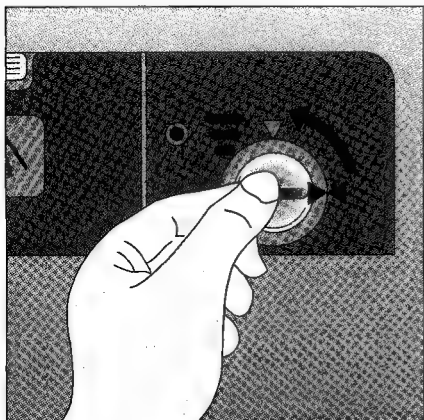

Bild 7
- ☐ Zur Dosiereinstellung Verschußdeckel des Vorratsbehälters um ¼ Umdrehung entgegen dem Uhrzeigersinn drehen und öffnen (Bild 7).